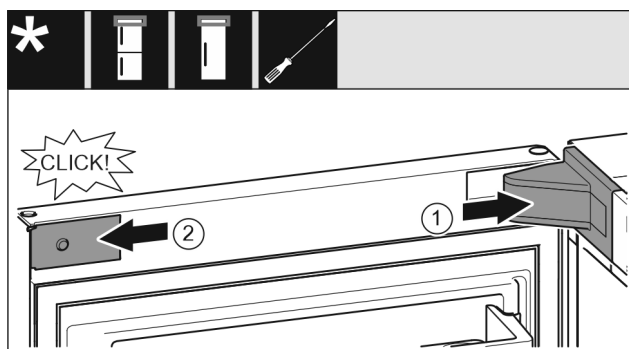

Fig. 34
- ▶ Nasadte a zaklapněte kryt stojanu ložiska, příp. opatrně odtlačte od sebe. Fig. 34 (1)
- ▶ Z boku nasadte záslepku a zaklapněte. Fig. 34 (2)